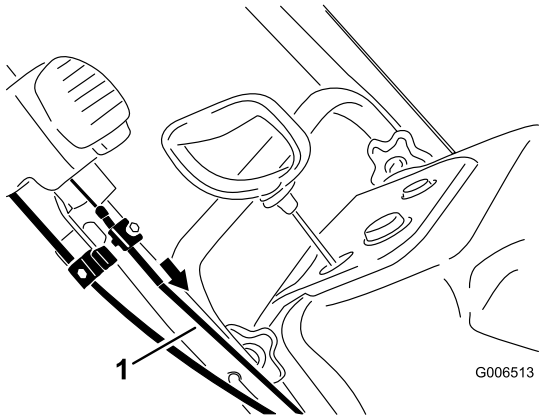

Bild 43
5. Ziehen Sie den Mantel des oberen Bowdenzugs nach vorne, bis der Bowdenzug straff ist. Ziehen Sie die Schraube an der oberen Kabelklemme fest (Bild 43).